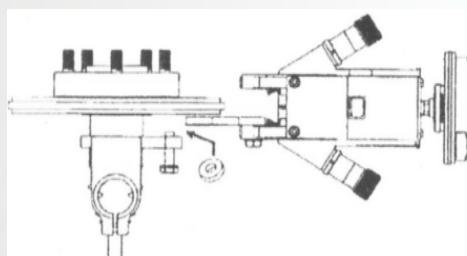

Рисунок 22
1. Установите CL -801 в правильное положение (рис.22 и 23).